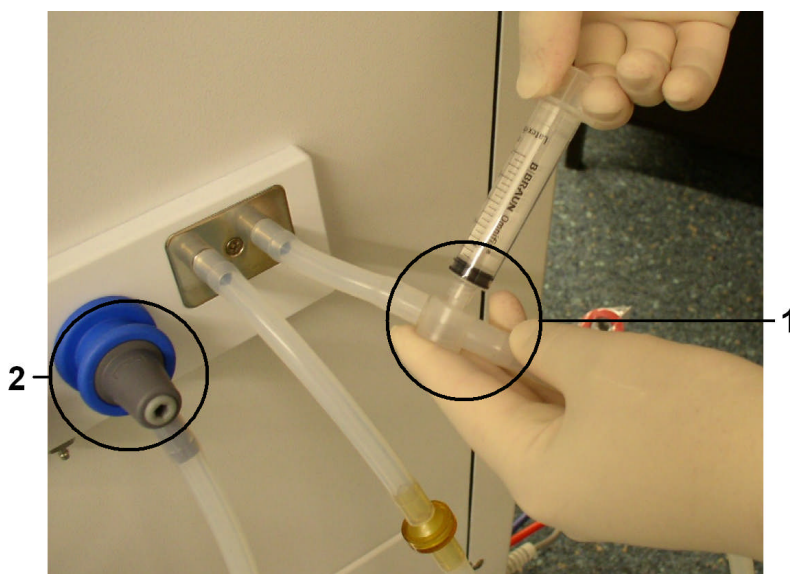

Fig. 10-28 Porta de Amostra
- Vagarosamente retire uma amostra pela “Porta de Amostra” localizada no tubo do fluido de diálise utilizando uma pequena seringa, ex: seringa de 2 ml (ver Fig. 10-28).